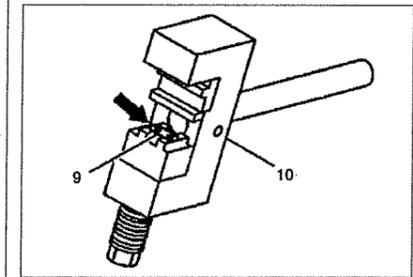

Рис. 2.21. Вставьте новую пластину **9 в пресс.**
11. Вставьте новую пластину **9** в пресс (см.рис.2.21).